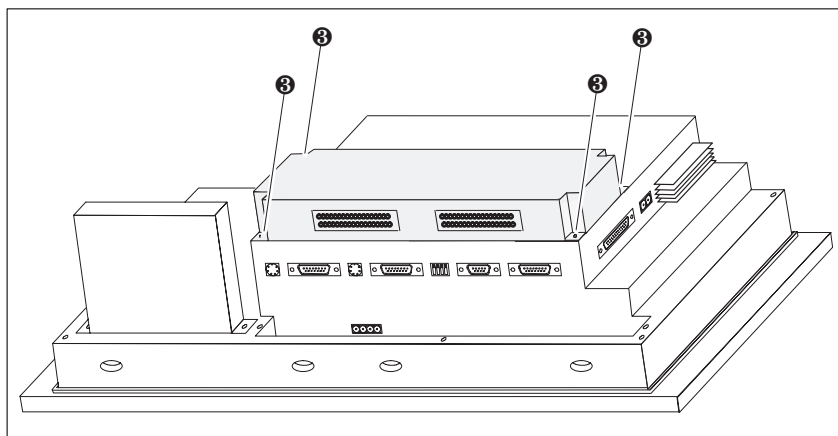

Figure 18-10 Fixer la Control Panel Interface sur le pupitre de contrôle-commande (exemple de l'OP37)
- Fixez la Control Panel Interface sur le pupitre de contrôle-commande avec les quatre vis fournies ③ (voir la figure 18-10).